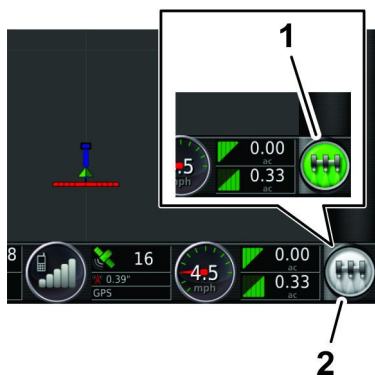

Рисунок 241
8. На управляющей консоли GeoLink нажмите значок MASTER SWITCH (ГЛАВНЫЙ ВЫКЛЮЧАТЕЛЬ) (Рисунок 241), чтобы установить его в положение Он (Вкл.) (зеленый).